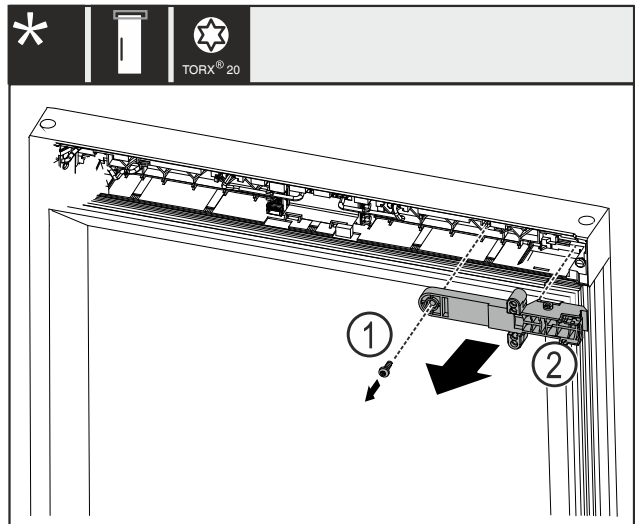

Fig. 21
- Odstranite vijak Fig. 21 (1).
- Snemite držalni element ključavnice Fig. 21 (2).